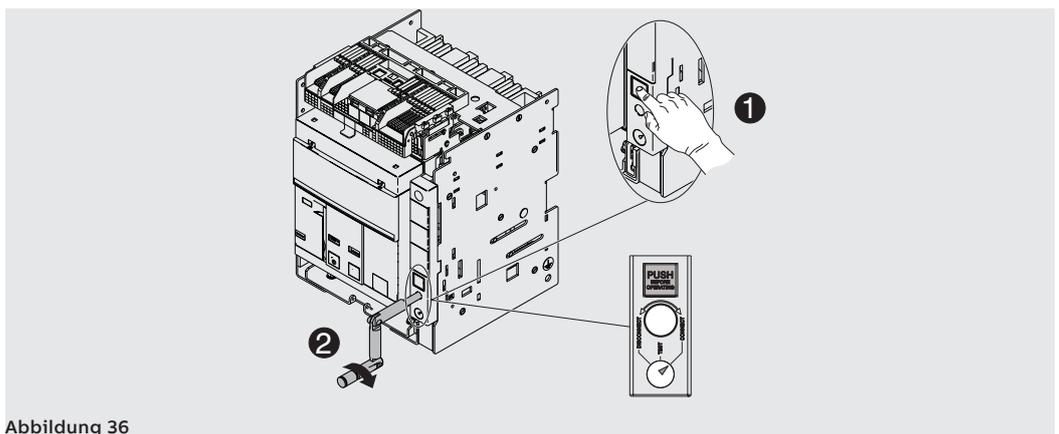

Abbildung 36
7. Die Verriegelungstaste drücken und danach die Handkurbel im Uhrzeigersinn drehen, bis die Taste austritt. Die Anzeige meldet nun die Stellung des Leistungsschalters in der Position **CONNECT**. Siehe Abbildung 36.